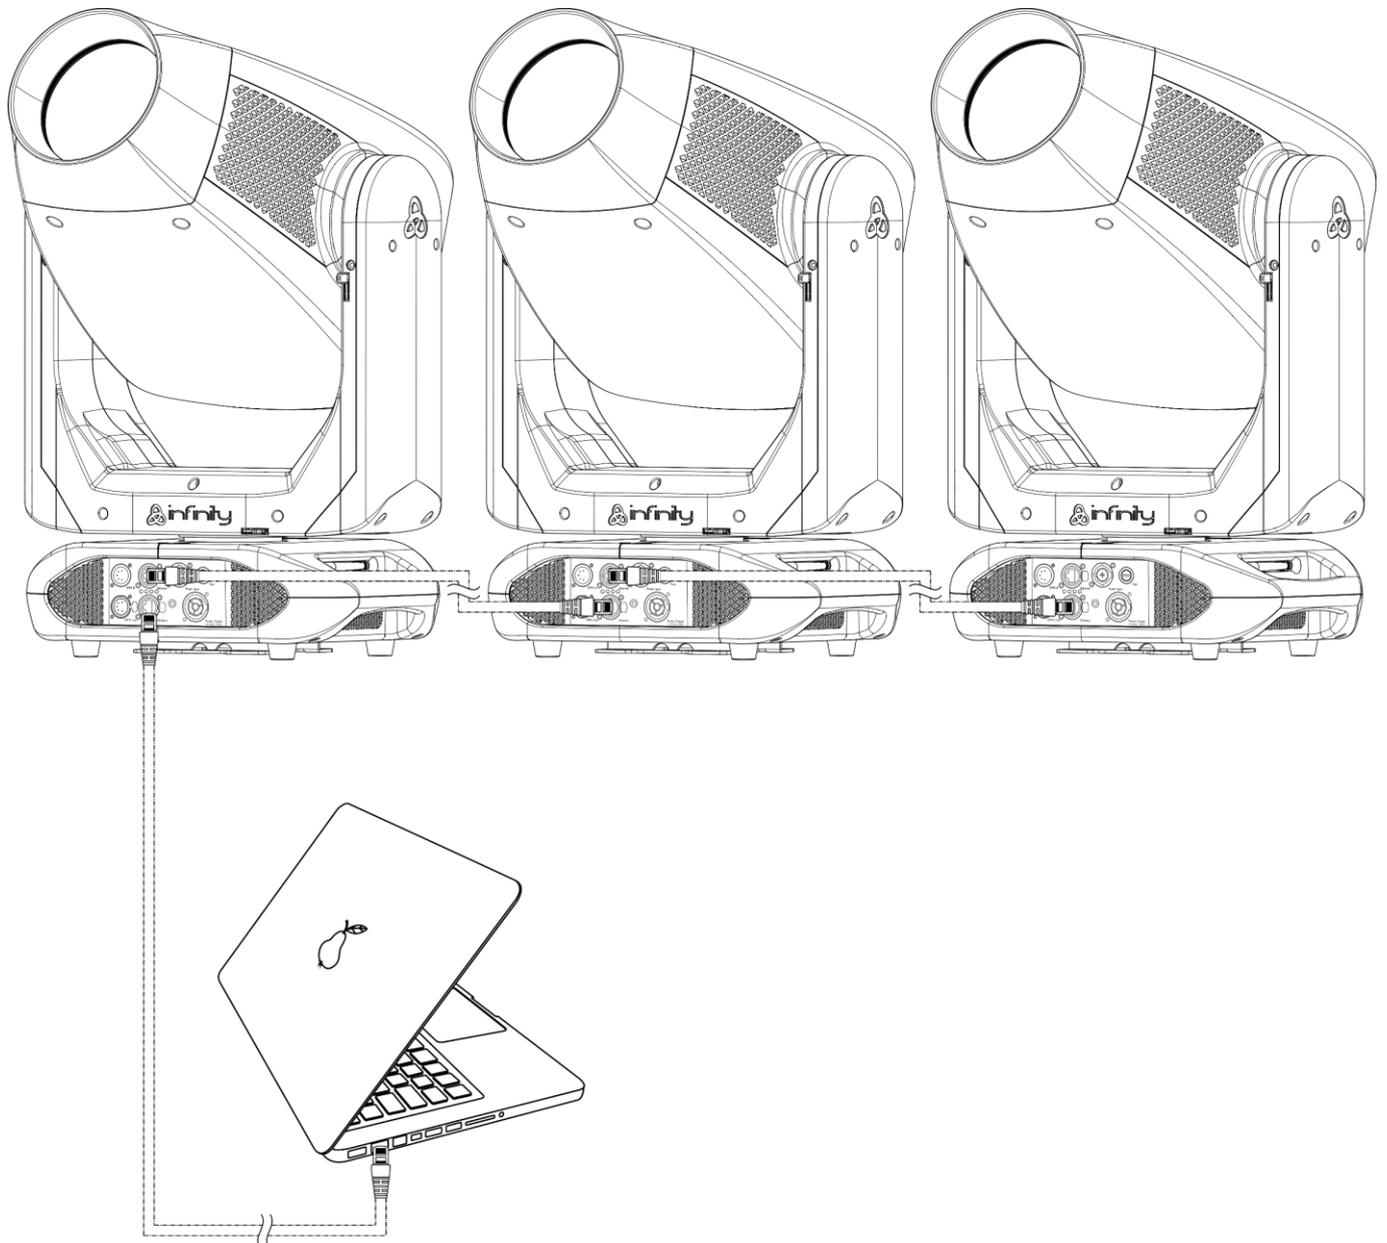

Fig. 07
- 05) Collegare le unità come indicato nella Fig. 07. Collegare la presa RJ45 "out" della prima unità alla presa "in" della seconda unità, servendosi di un cavo CAT-5/CAT-6. Ripetere questo processo fino a collegare la seconda, la terza e la quarta unità.